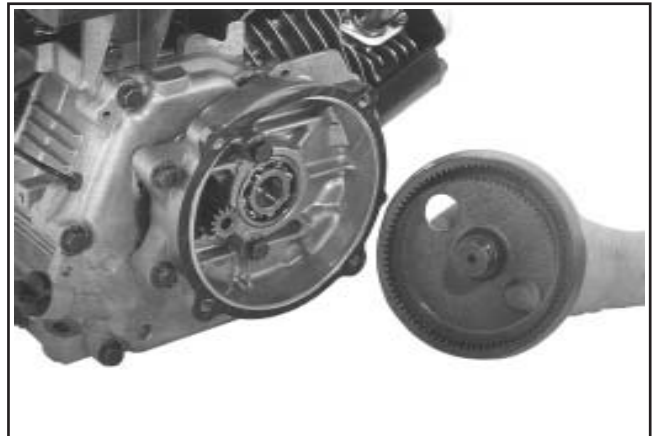

Figure 9-66. Retrait de l'arbre/couronne dentée.
4. Retirer l'ensemble de la couronne dentée/arbre de sortie. Voir la figure 9-66.